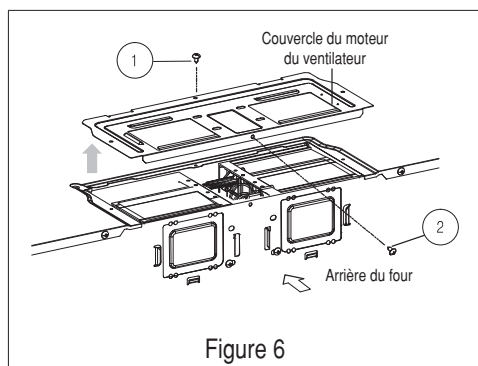

Figure 6
- Retirez les vis (1) et (2) pour ouvrir le couvercle du moteur du ventilateur et conservez ces vis. Retirez le couvercle. Voir la figure 6.